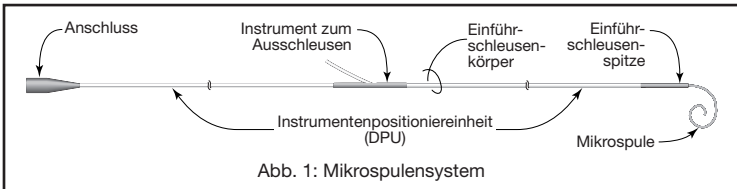

Abb. 1: Mikroschulpen-system
Wie in Abb. 1 dargestellt, besteht das Mikroschulpen-system aus einer embolischen Mikroschulpe, die an einem Instrumentenpositionierdraht (DPU) befestigt ist. Das System wird von einem Einführschleusensystem abgedeckt. Mikroschulpen gibt es in unterschiedlichen Ausführungen: komplex und spiralförmig. Der Instrumentenpositionierdraht ist ein Schiebeselement, dessen Steifheit verändert werden kann. Er ist drei (3) cm von seinem distalen Ende mit einem Markerband aus Kontrastmittel versehen. Das Einführschleusensystem besteht aus drei Hauptkomponenten: einer Einführspitze, einem durchscheinenden Einführkörper und einem Instrument zum Ausschleusen.